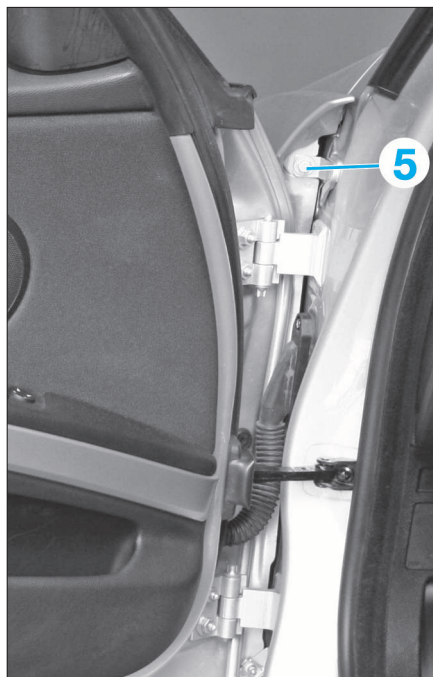

FIG. 45
- Ouvrir la porte avant du côté concernée, puis déposer la vis de fixation (5) (Fig.45).